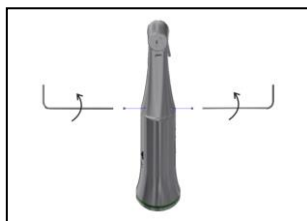

Fig. 20
- Com o auxílio da chave sextavada, retirar o parafuso que prende a capa do contra-ângulo (Fig. 20);